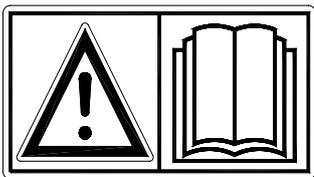

Fig. 1
**Leggere e comprendere** (fig. 1) il manuale prima di iniziare a usare la Verti-Drain®. Se la macchina non viene utilizzata come descritto nel manuale, vi può essere un pericolo di lesione e/o danno alla Verti-Drain®.
- (1) La Verti-Drain® è intesa unicamente per la lavorazione di manti d'erba o aree dove dovrebbe crescere l'erba.